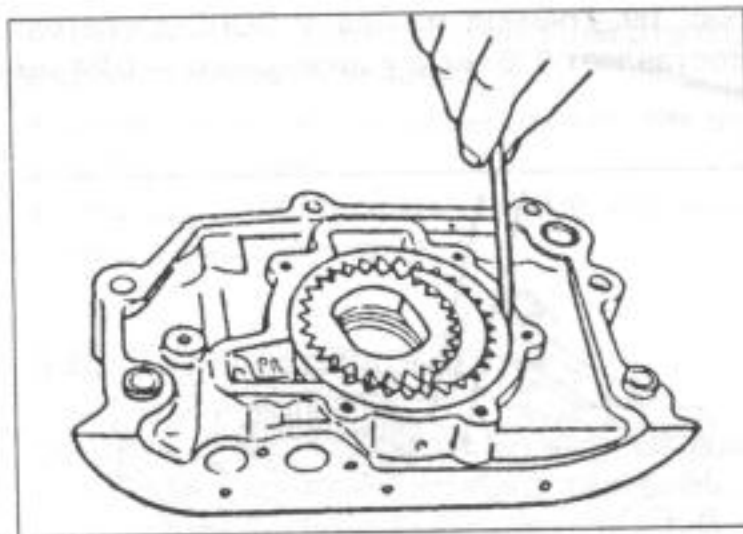

Рис. 116.
- Зубчатые колеса, как показано на рис. 116, вставить в отверстие и с помощью шаблона